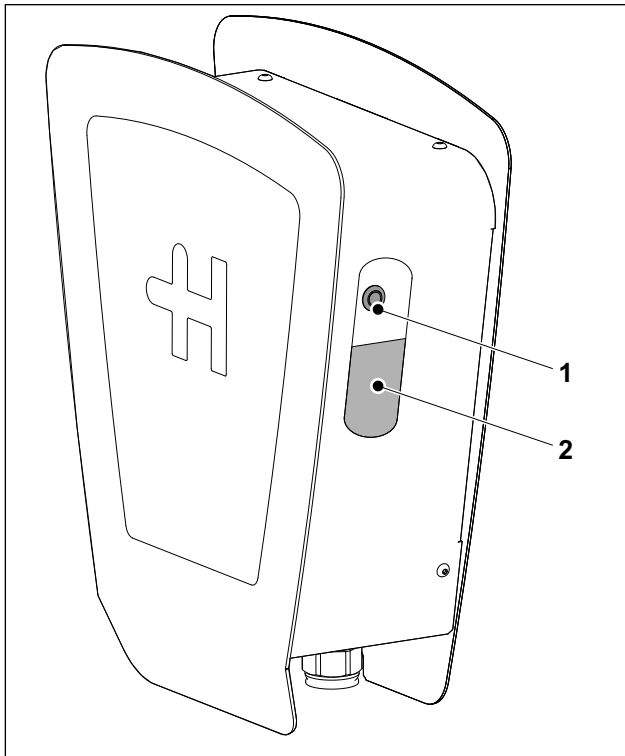

Abb. 1 Heidelberg Wallbox Home Eco
Der Ladevorgang lässt sich **nicht** mit dem Taster (Abb. 1/1) abbrechen. Es gibt drei Möglichkeiten den Ladevorgang abbrechen:
Falls nach dem Einstecken des Ladekabels oder dem Drücken der Taste (Abb. 1/1) keine Reaktion der Wallbox erfolgt, überprüfen Sie bitte die gebäudeseitige Spannungsversorgung (Leitungssicherungen, FI-Schutzschalter).
- Zum Rücksetzen der Fehlerstrom-Schutzeinrichtung drücken Sie die Taste (Abb. 1/1) länger als 3 Sekunden. Die LED flackert grün.